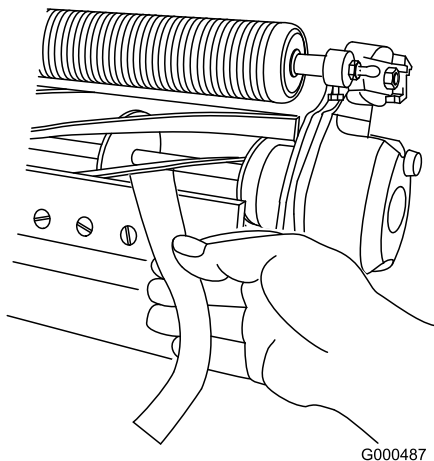

Figura 11
2. Tuerca de tornillo de ajuste de barra de asiento (2)
B. Inserte una tira larga de papel para comprobar el rendimiento del corte entre el molinete y la contracuchilla, perpendicular a la contracuchilla (**Figura 11**) y, a continuación, gire **lentamente** el molinete hacia delante; deberá cortar el papel; de lo contrario, repita los pasos **A** y **B** hasta que corte.
11. Inserte una tira larga de papel para comprobar el rendimiento del corte (pieza Toro n.º 125-5610) entre el molinete y la contracuchilla, perpendicular a la contracuchilla (Figura 11) y, a continuación, gire **lentamente** el molinete hacia delante; deberá cortar el papel; de lo contrario, gire 1 clic cada perno de ajuste de la barra de asiento en sentido horario, hasta que corte el papel.